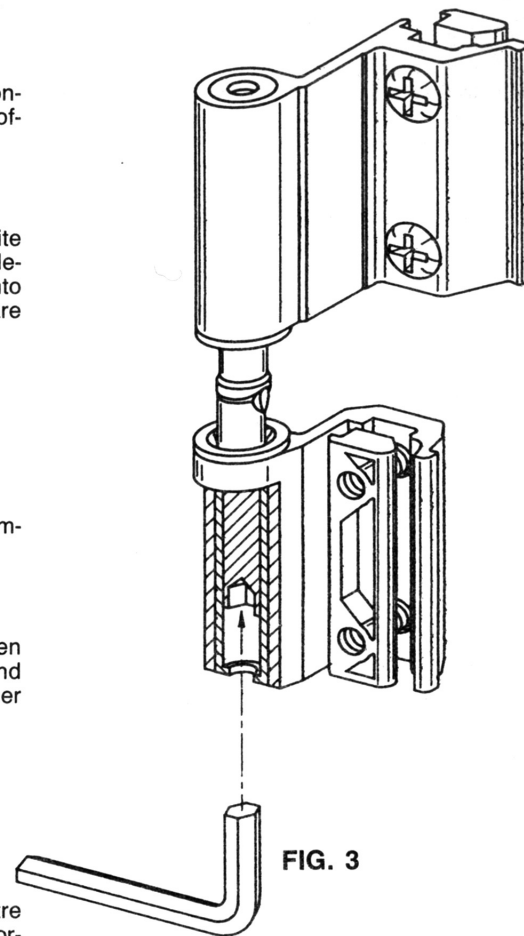
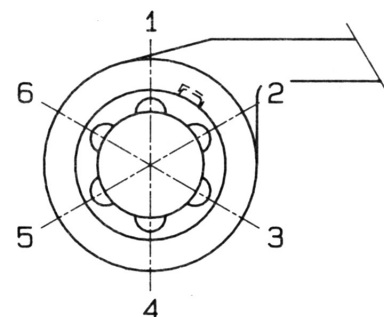

FIG. 3
FIG. 4
- 2) Sfondamento della membrana che si trova sul fondo della guaina del maschio tramite una chiave ch.3, inserimento della chiave nell'esagono che si trova nel perno (fig. 3), sollevamento del perno sfilando il dente di riferimento dalla sede della guaina e posizionamento dello stesso in una delle altre sedi secondo lo scostamento che si vuole ottenere (consultare relativa tabella e fig. 4).
- 2) Break through the membrane on the bottom of the hinge male sheath using a ch.3 Allen key. Insert the Allen key in the hexagon socket screw on the pin (fig. 3). Raise the pin and remove the reference tooth from the its sheath seat and then place it in one of the other seats depending on the type of adjustment your require (see the table and fig. 4).
- 2) Percer la membrane qui se trouve au fond de la gaine de la partie mâle de la charnière en utilisant une clé de 3, introduire la clé dans l'hexagone de l'axe (fig. 3), soulever l'axe en faisant sortir la dent de l'encoche à l'intérieur de la gaine et en l'introduisant dans une autre encoche en fonction du réglage désiré (consultez le tableau correspondant et la fig. 4).
- 2) Romper la membrana que se halla en el fondo del casquillo por medio de una llave del 3, introducir la llave en el hexágono del eje (fig. 3), levantar el eje y sacar el diente de referencia del alojamiento del casquillo y colocarlo en uno de los otros alojamientos, en función del desplazamiento que se desee obtener (consulten la tabla y la figura 4).